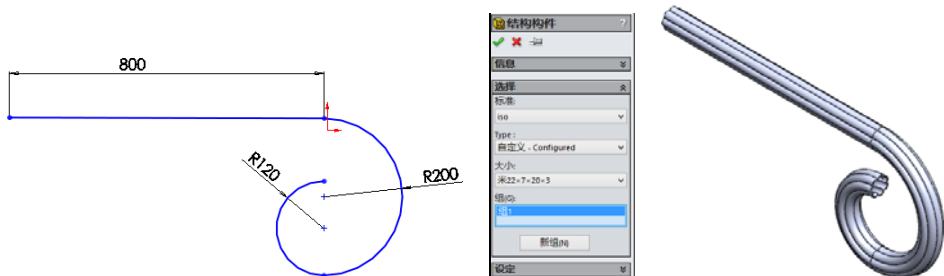

图 4-27 自定义轮廓的使用
STEP 1 新建一零件文件，并绘制图 4-27 左图所示的草图，然后单击“焊件”工具条中的“结构构件”按钮，打开“结构构件”属性管理器，选择草绘路径，再依次选择“iso”“自定义”和“米 22×7×20×3”选项，其他选项保持系统默认，单击“确定”按钮，即可使用自定义的轮廓绘制结构构件，如图 4-27 右侧两图所示。